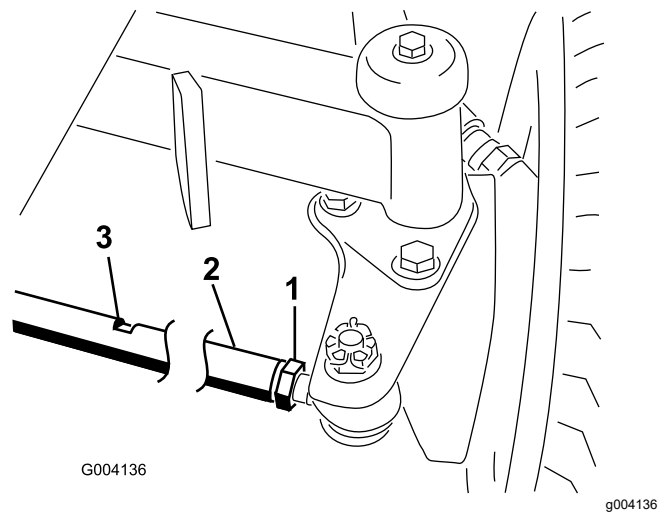

Bild 108
1. Lösen Sie die Klemmmutter an jedem Ende der Spurstange (Bild 108).